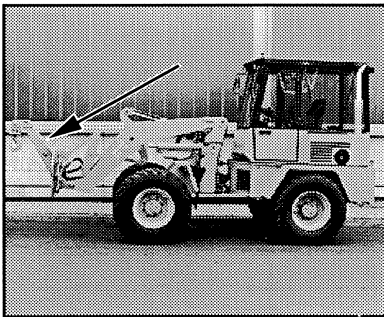

Bild 6-7
- Bild 6-7 zeigt Lasthaken.
- Sur la figure 6-7 l'on voit un crochet de grue.